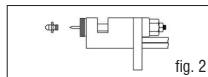

fig. 2
- 6) Svitare l'ugello (Pos.2) con una chiave da 6 (fig. 2)